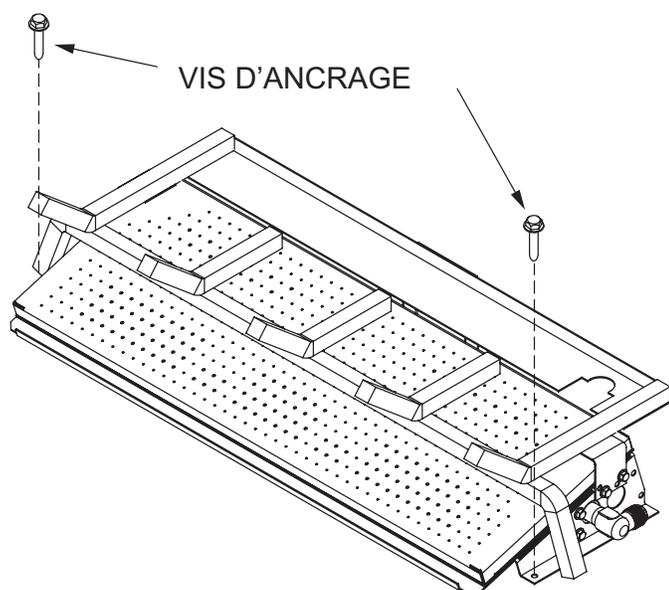

Figure 3
2. Un trou d'ancre est fourni avec les deux brûleurs inférieurs du cadre de la grille. Après avoir centré la grille correctement, marquez les positions des trous sur le plancher de la chambre de combustion. Percez deux (2) trous d'un diamètre de 5/32 po (4 mm) approximativement 1-1/2 po (38 mm) profonds pour les vis de maçonnerie ou un trou de 1/8 po (3 mm) pour les vis à tôle.
3. Ancrez la grille au plancher du foyer/chambre de combustion à l'aide des vis offertes. Consulter la **Figure 3**.